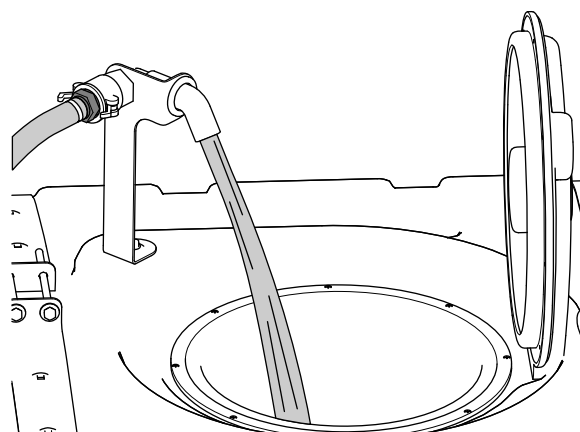

図 71
- 所定量の $\frac{3}{4}$ の水を液剤タンクに入れる 図 71。